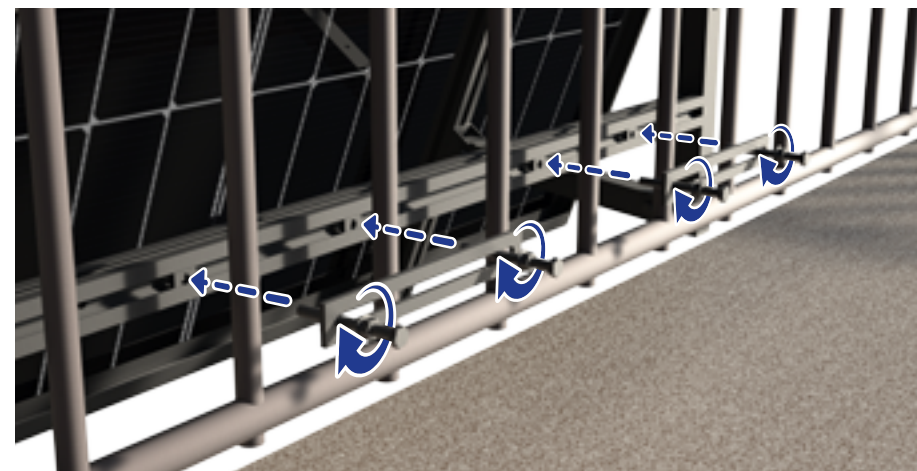

Fig. 18
21. Allineare la piastra di fissaggio con i bulloni e i dadi flangiati in corrispondenza delle piastrine filettate inserite all'interno del binario della traversa (↗ Fig. 18).
22. Avvitare i dadi flangiati contro la piastra di fissaggio (↗ Fig. 18).